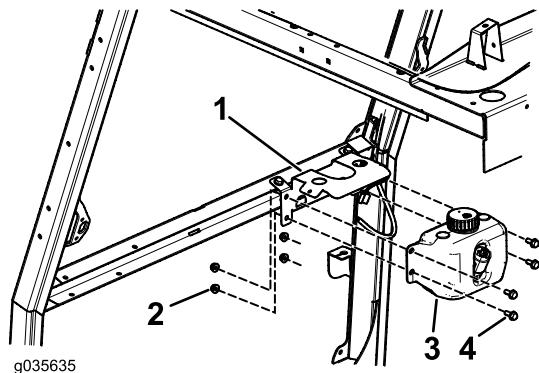

Figure 7
- 2. Fixez le réservoir au support à l'aide de 4 boulons (5/16" x 3/4") et 4 écrous à embase (5/16"), comme montré à la Figure 7.